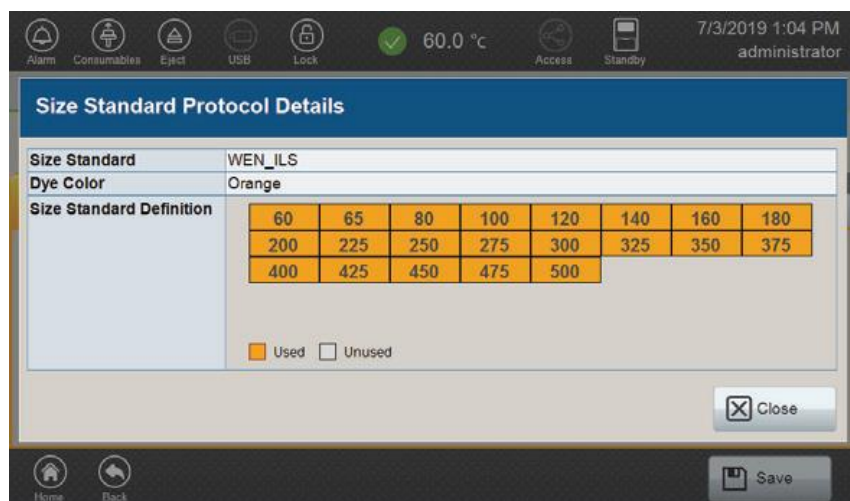

図 129 New Sizecalling Protocol 画面の Size Standard Protocol Details
Size Standard	<p>Sizing quality (SQ) と電気泳動の quality (EQ) を計算するときには、Sizecalling protocol で使用する Size standard (図 129) を定義し、sizecalling protocol で使用する size standard 内のピークを指定します。SQ や EQ を定義づけするためには、セクション 5.7 の Result タブを参照してください。</p> <p>注：選択した Size standard は、サンプルとして使用されるものと一致しなければなりません。</p>
4. **Detail** を選択し、Size Standard Protocol のパラメーターを確認してください。（図 129）